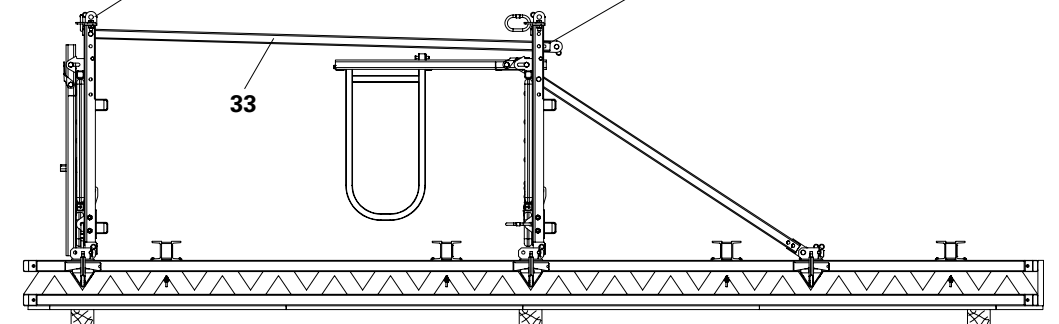

Fig. B2.11
2. Fissare le diagonali 246 (33) sui traversi per piattaforma superiori. (Fig. B2.11 + B2.11a)
3. Fissare le diagonali 246 verticali ai traversi per piattaforma inferiori. (Fig. B2.11 + B2.11b)